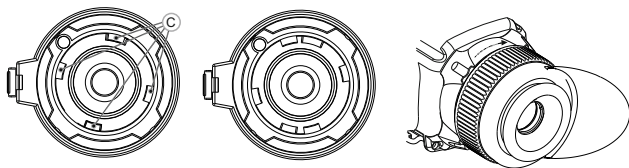

Рис. 8
- Для установки окуляра на монокуляр убедитесь в том, что верхние выступы (С) окуляра совмещены с нижними выступами желтого цвета, (рис. 8).
- Вставьте окуляр в корпус прибора и поверните стопорное кольцо (5) окуляра по часовой стрелке.